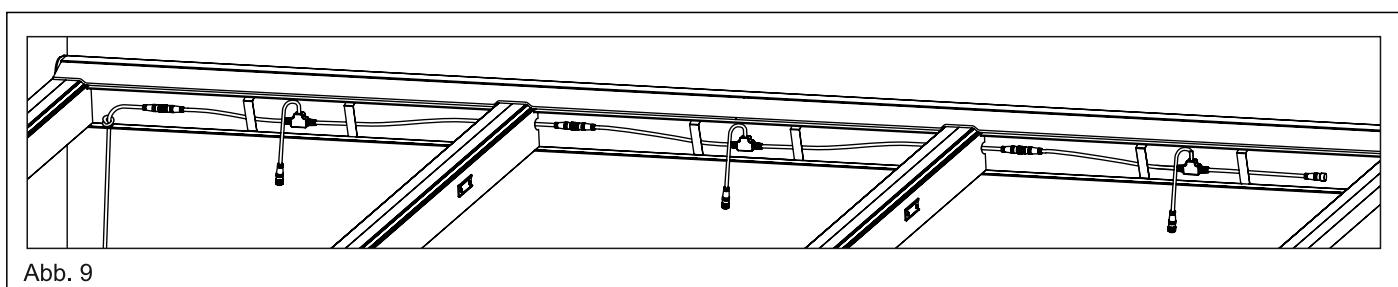

Abb. 9
**10.** Verbinden Sie alle vorgesehenen Kabel miteinander. Das Kabelende, das nicht mit dem Netzkabel verbunden wird, muss sorgfältig isoliert werden, um einen sicheren Betrieb zu gewährleisten. (Siehe Abb. 9)